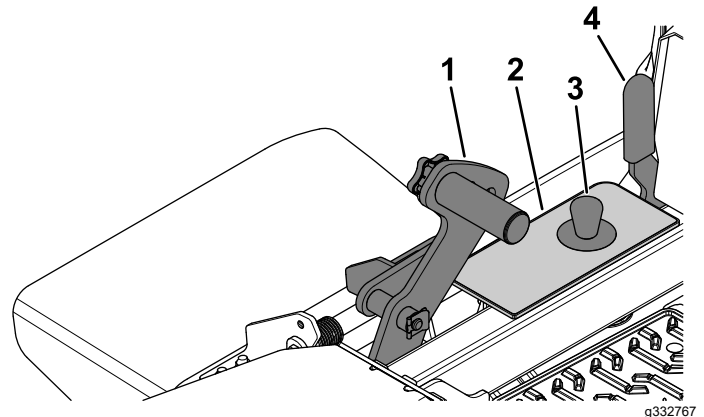

Figure 31
1. Poussez la pédale de levage du tablier complètement en avant pour bloquer le tablier en position TRANSPORT (qui est aussi la position de hauteur de coupe de 140 mm [5½ po]), comme montré à la Figure 31.
2. Pour changer la hauteur de coupe, retirez la goupille du support de hauteur de coupe (Figure 31).
3. Insérez l'axe dans le trou du support correspondant à la hauteur de coupe voulue (Figure 31).